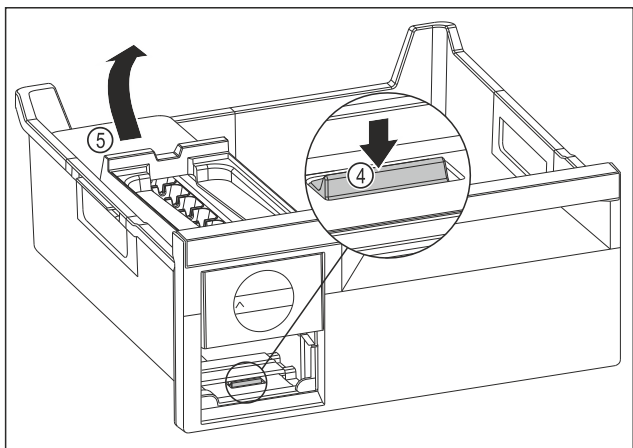

Fig. 68
- ▶ 取出 EasyTwist-Ice 机身：用手指朝下按压接片 Fig. 68 (4) 并同时从后面用另一只手提升 EasyTwist-Ice 机身 Fig. 68 (5)。